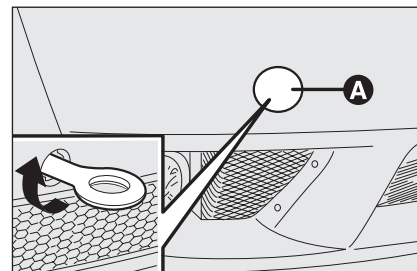

fig. 56
- ☐ rimuovere il tappo **A-fig. 56** inserito a pressione sul paraurti anteriore. Per questa operazione, nel caso si utilizzi il cacciavite in dotazione con lama a punta piatta, occorre proteggere la punta stessa con un panno morbido, al fine di evitare l'eventuale danneggiamento della vettura.